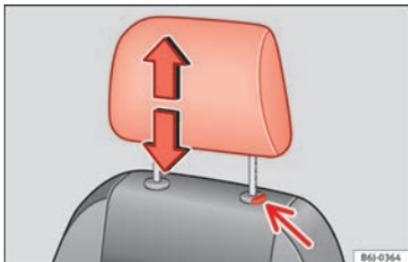

Fig. 133 Réglage ou démontage de l'appuie-tête.
- Appuyez sur le bouton » fig. 133 (flèche).